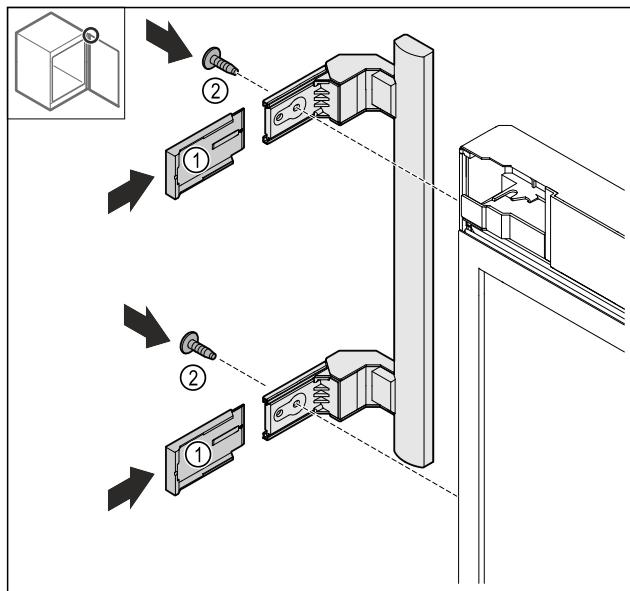

Fig. 25
- Uzbīdīet pārsegus Fig. 25 (1).